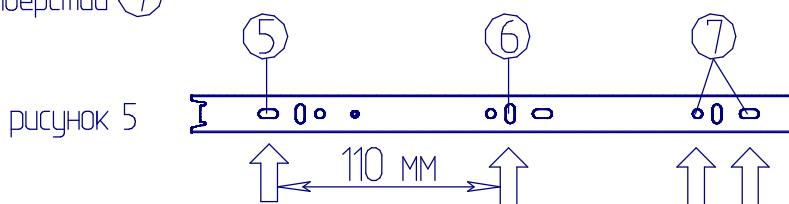

рисунок 5
Отверстия №1 изображенные на рис.5 в исполнении 2 не используются
Крепление направляющей к боковой стенке ящика (рисунок 5):
2. Прикрепить направляющую к боковым стенкам ящика с помощью шурупов 3,5x13 через отверстия ⑤ и ⑥\* (рисунок 5)